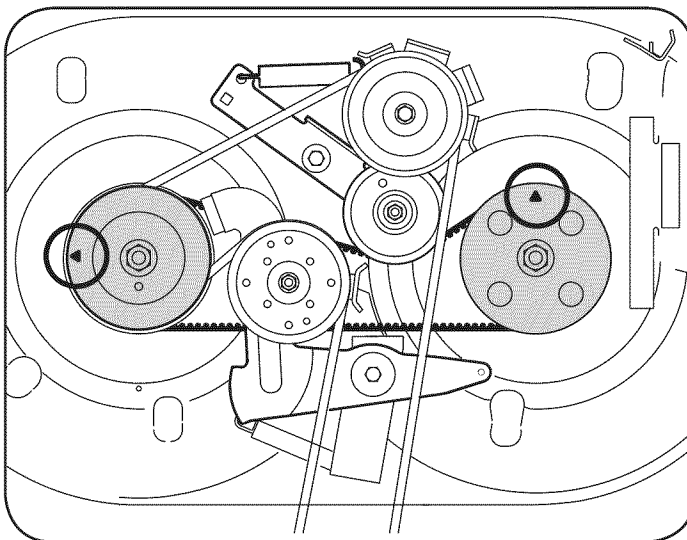

Figura 21
2. La parte superior de cada polea de husillo está marcada con una flecha. Vea la Figura 21. Las flechas deben estar perpendiculares (a un ángulo de 90°) entre sí.